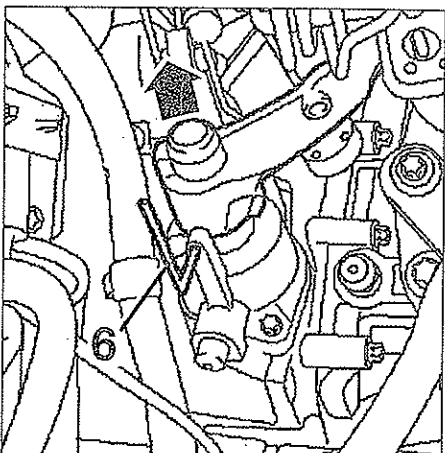

FIG. 15
- Colocar el pasador (6) para bloquear la palanca (fig. 15).